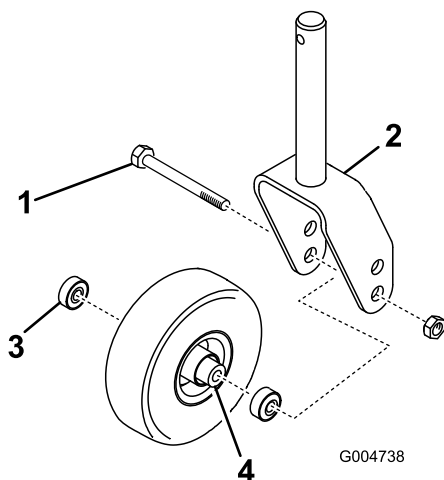
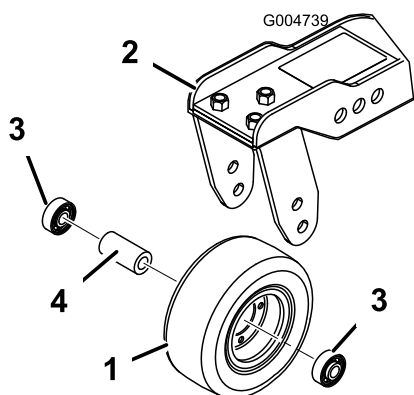

Bild 125
Bild 126
1. Entfernen Sie die Sicherungsmutter von der Schraube, mit der das Laufrad zwischen der Laufradgabel (Bild 125) oder dem Laufradgelenkarm (Bild 126) befestigt ist.
2. Entfernen Sie das Lager aus der Radnabe und lassen das Lagerdistanzstück herausfallen (Bild 125 und Bild 126).